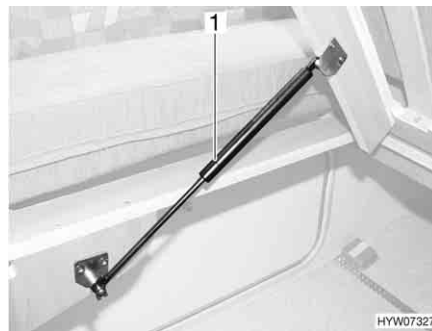

Bild 118 Festes Bett
- Lattenrost anheben. Die Gasdruck-Federn (Bild 118,1) halten den Lattenrost in geöffneter Stellung.